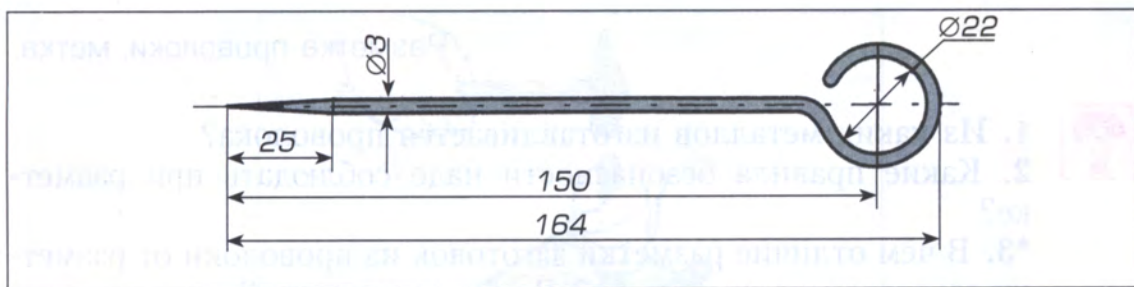

Рис. 168. Чертёж чертилки
1. Изучите чертёж или эскиз выполняемого изделия – чертилки (рис. 168).